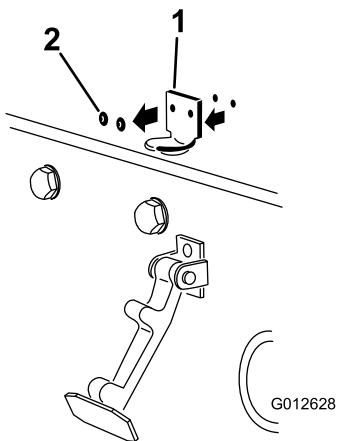

図 5
2. フードラッチブラケットをフードに固定しているリベット2本を外す図5。フードからフードラッチブラケットを取り外す。
3. CE 用ロックブラケットとフードラッチブラケットの取り付け穴をそろえて、フードの上に位置決めする。ロックブラケットをフードに当てて取り付ける図5。ロックブラケットアームからボルトナットアセンブリを外してしまわないこと。